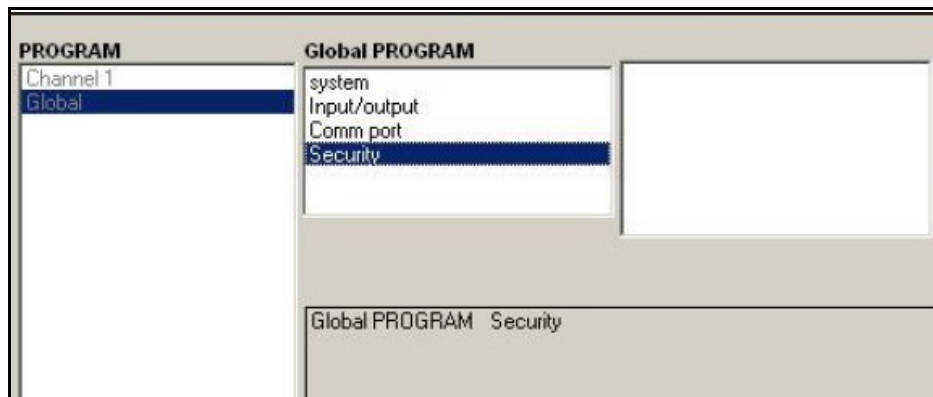

Figura 46: Menú global con la opción de seguridad resaltada
1. En el *Menú de Datos del Sitio*, haga doble clic en la entrada Global. Si el sistema está desbloqueado, aparece una ventana similar a la de Figura 46. Resalte y haga doble clic en la opción Seguridad del panel central.